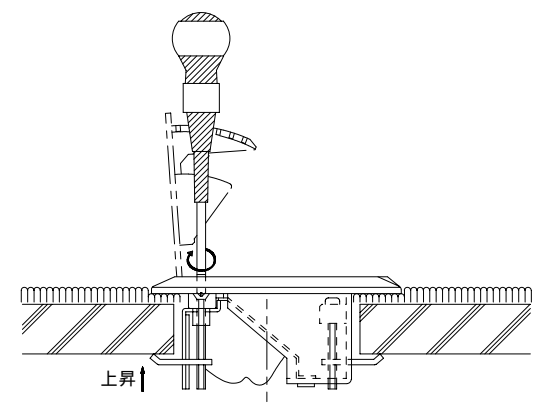

fig. 1 固定方法
- パネルへの固定; コマでパネルを挟み込み 及び のネジを回し、締め込み固定します (fig. 1)。